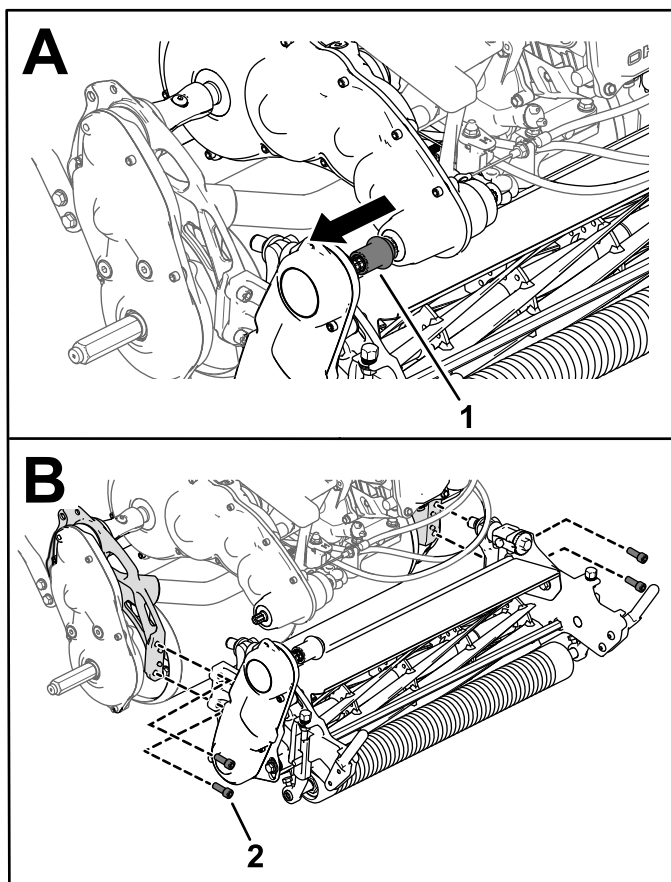

Bild 51
3. Lösen Sie die Mähwerk-Antriebskupplung von der Getriebeantriebswelle (Bild 51).
4. Entfernen Sie die Bundkopfschrauben, mit denen das Mähwerk am Rahmen befestigt ist (Bild 51).